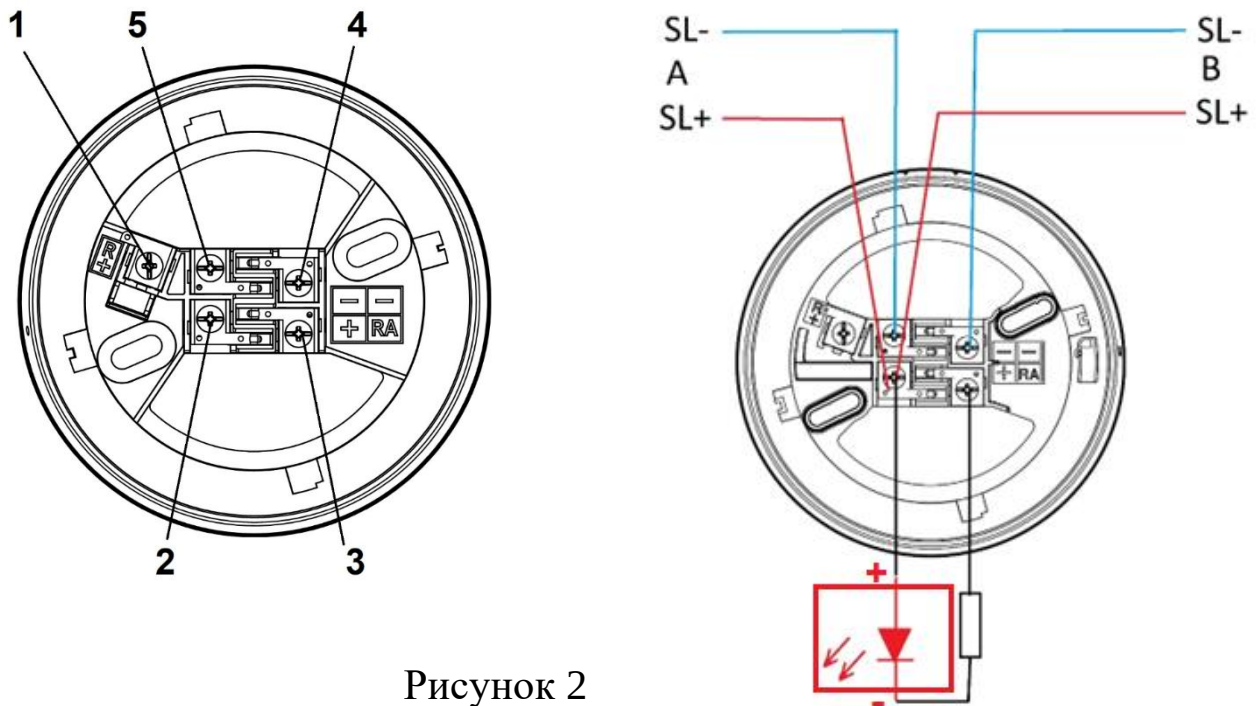

Рисунок 2
3.5 При использовании указанных ВУОС последовательно с ними подключают резистор сопротивлением 2-10 кОм (см. Рисунок 2).
ции контактов 4 и (или) 5 базы (см. Рисунок 2)